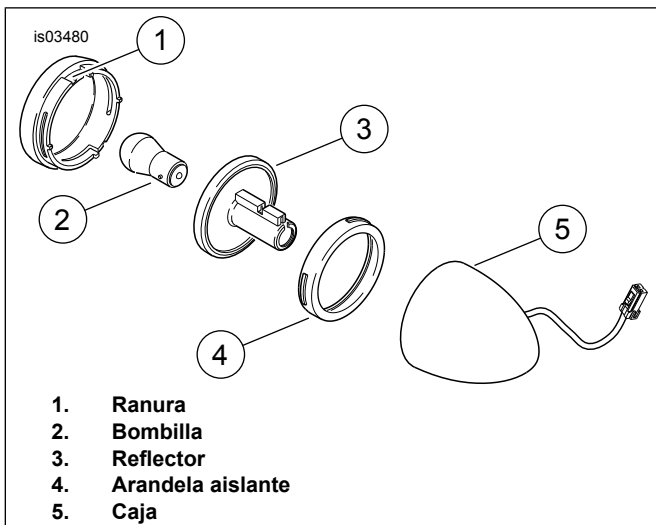

Figura 6. Conjunto de la luz
- a. Vea la Figura 6. Inserte un destornillador de hoja plana en la ranura hendida en el lente de la señal de giro. Suavemente gire hasta que el lente salga solo.